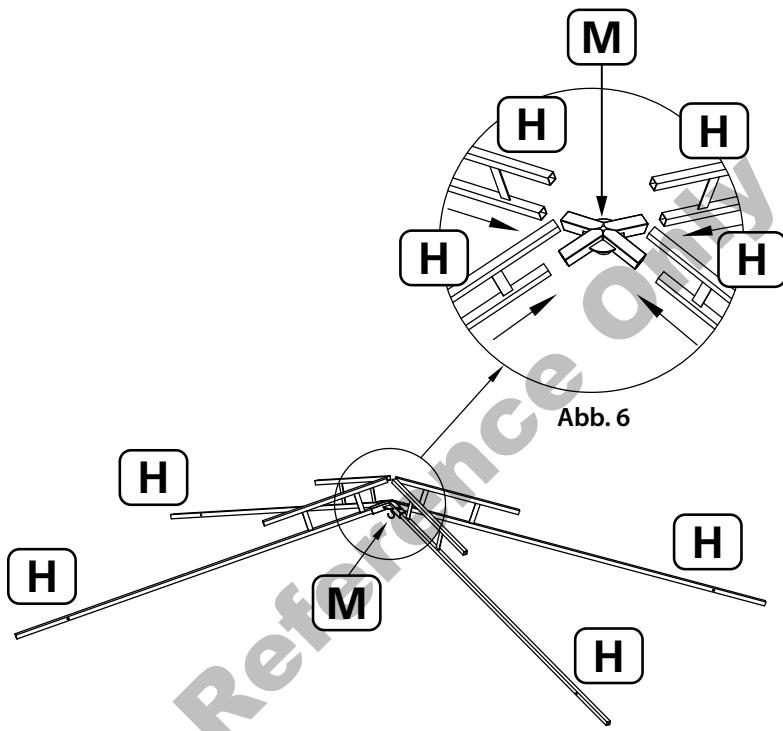

Abb. 6
Stecken Sie die untere Rippe der zweistufigen Dachrippen (H) in die offenen Enden des Dachverbundsstücks (M), siehe Abb. 6, und sichern Sie die Teile mit den Druckstiften an Teil H.